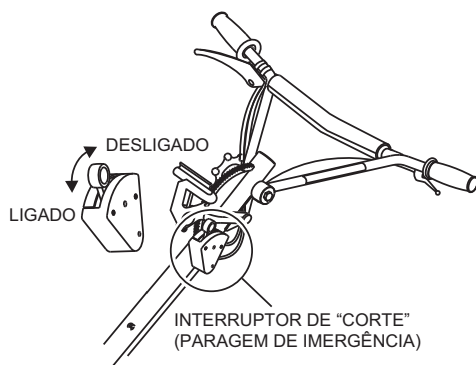

Figura 25. Interruptor de "corte" centrífugo
3. Coloque o **interruptor de corte centrífugo** (Figura 25) na posição "ON" (ligado). Para modelos que utilizam esta função.